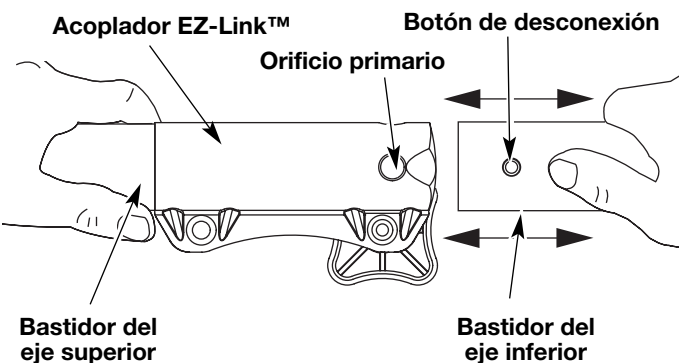

Fig. 12
3. Mientras sostiene el bastidor del eje superior con firmeza, tire del accesorio de corte o accesorio en línea recta fuera del acoplador EZ-Link™ (Fig. 12).
2. Mientras sostiene el accesorio con firmeza, empújelo en línea recta en el acoplador EZ-Link™ (Fig. 12).
ADVERTENCIA: Trabe el botón de desconexión en el orificio primario (Fig. 12) y ajuste bien la perilla antes de operar esta unidad.